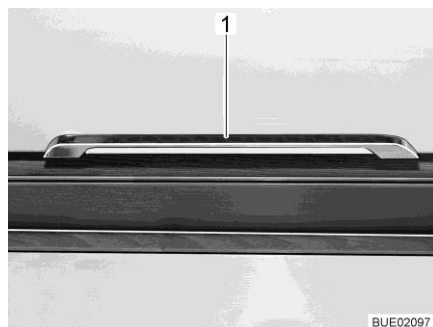

Fig. 86 Maniglia di sbloccaggio
- Premere la maniglia di sbloccaggio (Fig. 86,1) verso l'alto, di lato o verso il basso, a seconda della posizione di montaggio, e tenerla premuta.